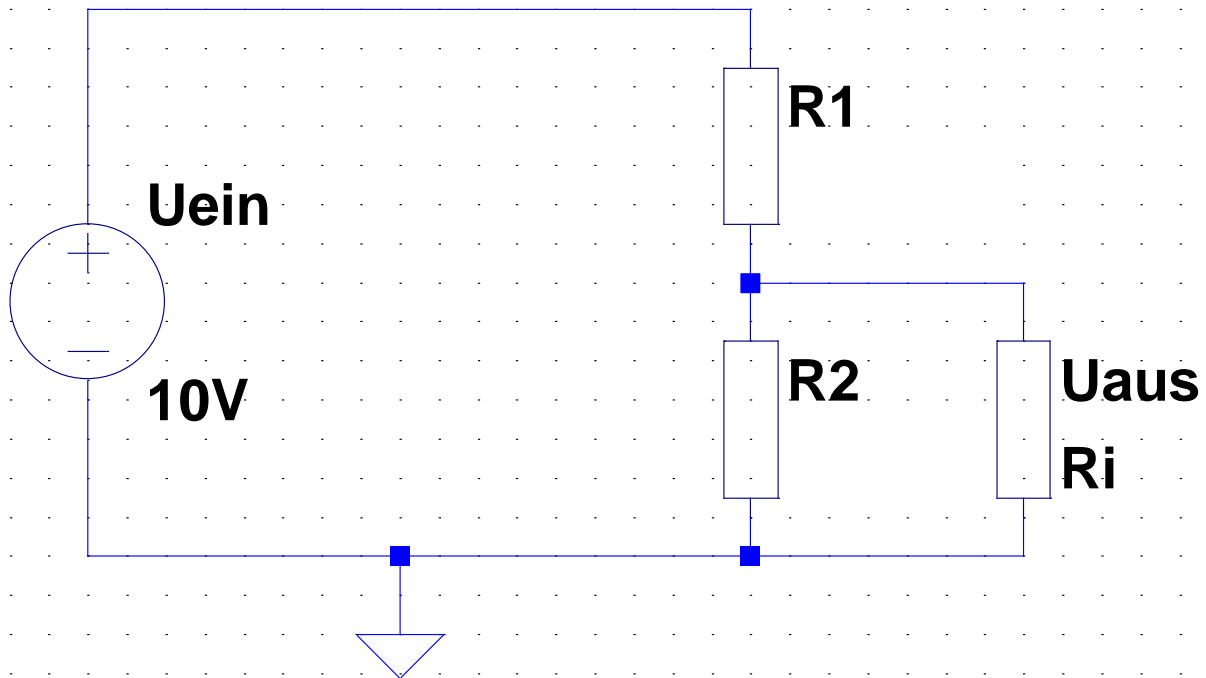

Abbildung 6 Messschaltung Innenwiderstand Voltmeter
- Bauen Sie die Schaltung aus Abbildung 6 auf! Achtung: „Ri“ symbolisiert schon das Messgerät (Innenwiderstand Ri des Messgerätes!)